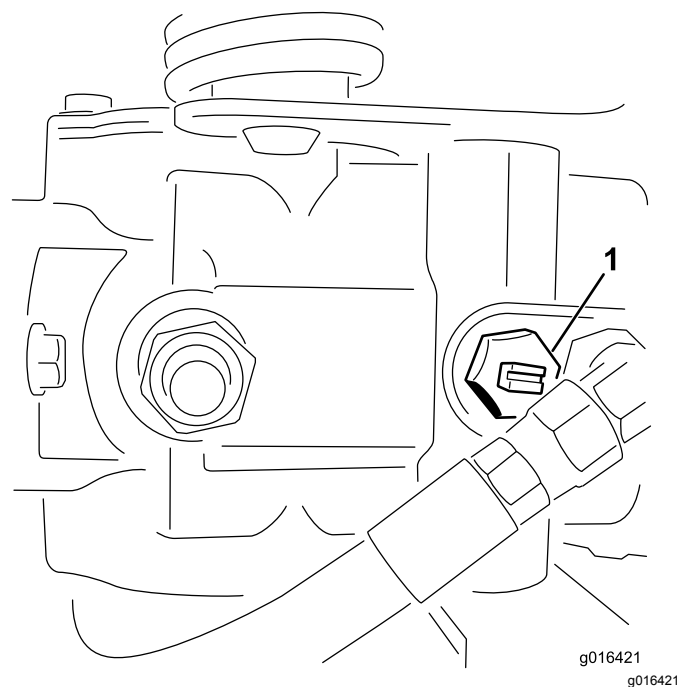

図 27
- 油圧ポンプについているバイパスバルブを左に2回転させる図 27。
- エンジンを掛ける時にはバルブを右に2回転させて元通りに閉める図 27。